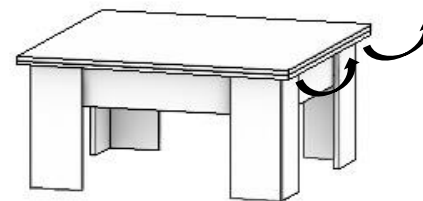
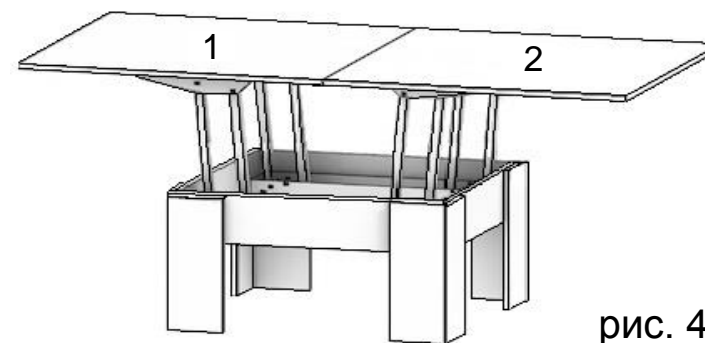

рис. 2
рис. 4
- Для трансформации стола возьмитесь за столешницу в указанных точках и потяните на себя и вверх (рис. 2). Разложите верхнюю столешницу (рис. 4).